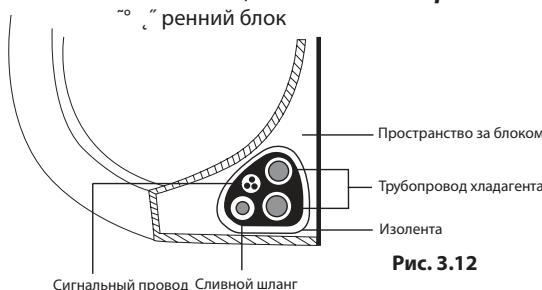

Рис. 3.12
- Связите сливной шланг, трубы хладагента и сигнальный кабель, как показано на **рис. 3.12.**
- Оберните сигнальный провод, трубы хладагента и сливной шланг изоляционной лентой, связав их в плотный пучок. Дважды проверьте, что все элементы связаны в пучок, как показано на **рис. 3.12.**